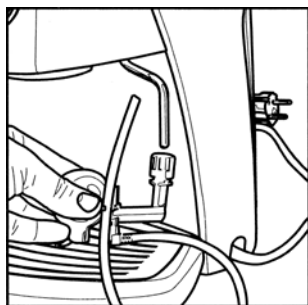

図29
- 2 (図 29) - カプチナトーレの上部のネジを緩めてください。